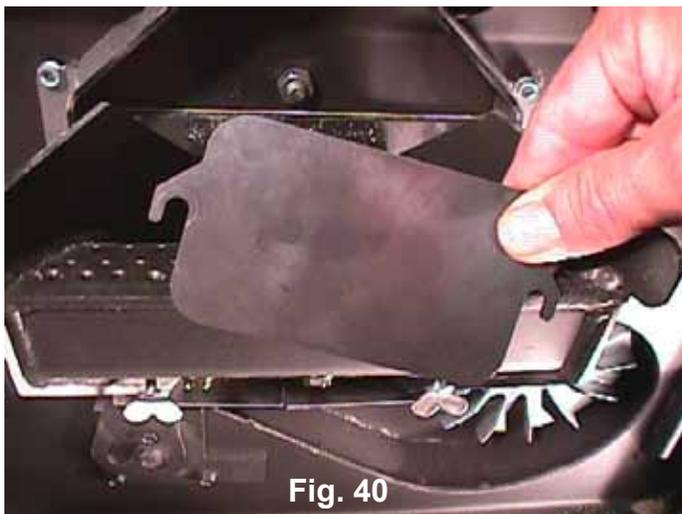

Fig. 40
1. Desserrez les 2 vis à oreilles à serrage à main situées aux coins inférieurs avant du pot de combustion (figure 40).
2. Enlevez le couvercle de nettoyage (figure 40) pour ouvrir la chambre de nettoyage inférieure (figure 41).